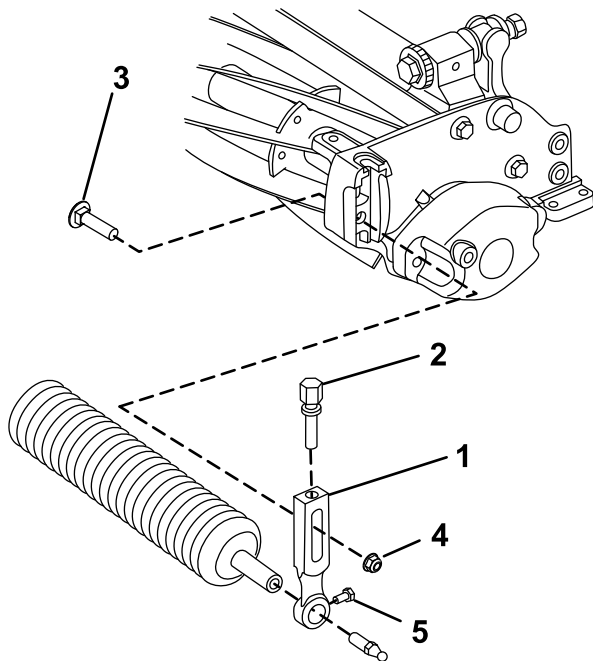

Bild 3
1. Entfernen Sie die Befestigungsschraube und Sicherungsbundmutter mit denen einer der Schnitthöhenarme an der Seitenplatte der Schneideinheit befestigt ist (Bild 3).
2. Lösen Sie die Rollenbefestigungsschrauben in den Schnitthöhenarmen (Bild 3).
3. Schieben Sie die Rollenwelle in den Schnitthöhenarm am anderen Ende der Schneideinheit (Bild 3).
4. Schieben Sie den Schnitthöhenarm auf die Rollenwelle (Bild 3).
5. Befestigen Sie die Rolle lose mit dem vorher entfernten Schnitthöhenarm und den Befestigungen an der Schneideinheit (Bild 3).
7. Ziehen Sie die Befestigungsschrauben der Rolle an (Bild 3).